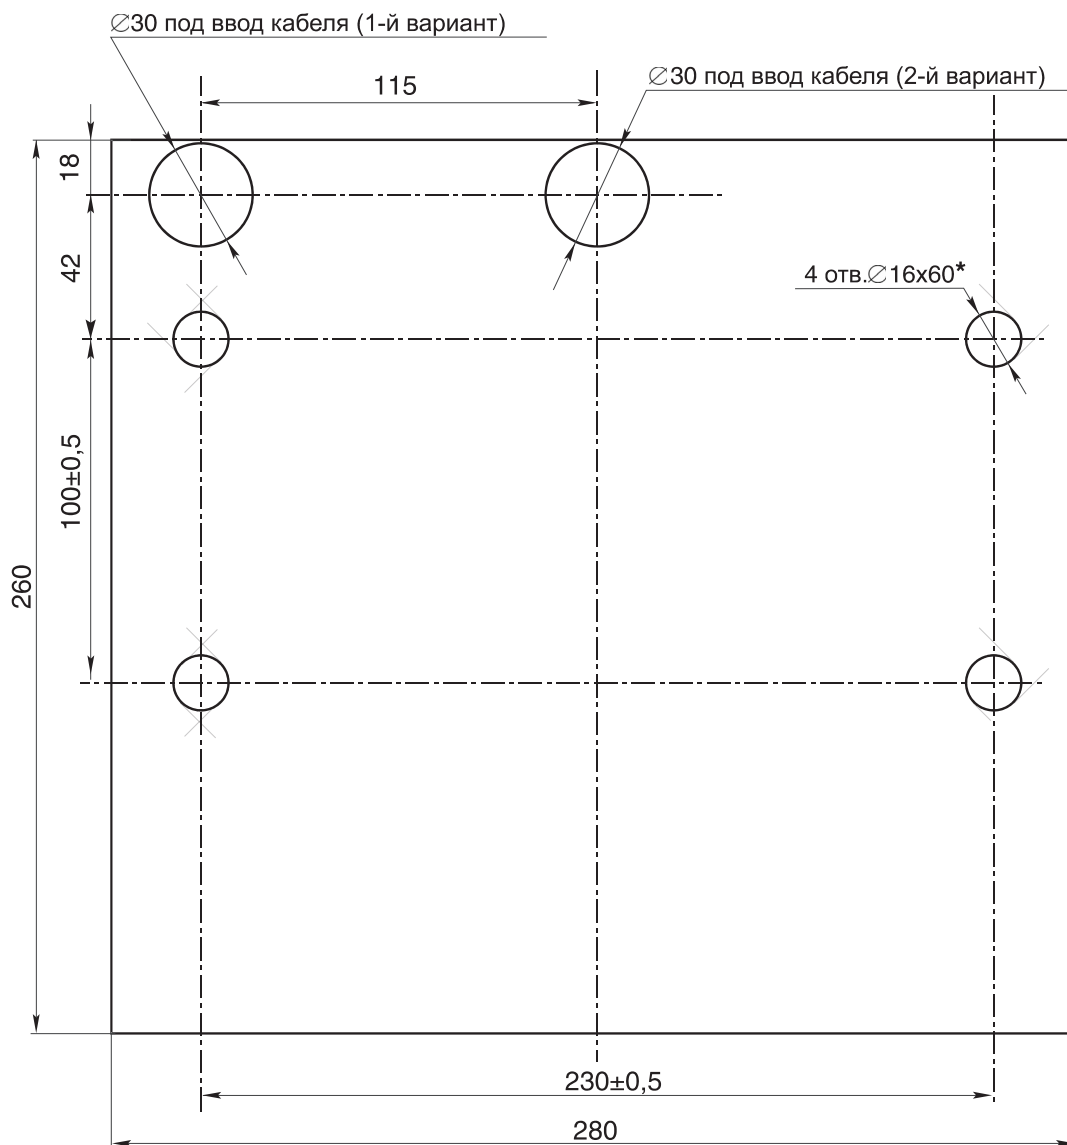

Рис. 5 Разметка отверстий в полу под крепление стойки турникета PERCo-T-04 (PERCo-T-04W) и ввод кабеля
8.3.2. Подготовьте в полу отверстия под гайки анкерных болтов (16) (см. рис. 1). Разметка отверстий в полу для крепления стойки турникета (1) и на стене для крепления блока управления (3) должна соответствовать рис. 5 и 6.
8.3.3. Вставьте гайки анкерных болтов в эти отверстия так, чтобы они не выступали над поверхностью пола. Установите стойку и закрепите её болтами (16). Установите заглушки (5).
При необходимости прокладки кабеля (7) стойки турникета под поверхностью пола, подготовьте в полу отверстие, соответствующее месту ввода кабеля стойки турникета (7) и кабеля питания системы терморегуляции (19)* (вариант 1 или 2 на рис. 5). Крепление стойки турникета (1) (см. рис. 1) производите после прокладки кабелей (7) и (19)*.
8.3.4. С планшайбы (11) стойки турникета (1) снимите крышку, отвернув центральный винт. Отверните фиксирующий болт (18), установленный на преграждающей планке (2). Установите преграждающую планку в соответствующее посадочное место на планшайбе (11) стойки турникета и зафиксируйте преграждающую планку (2) болтом (18). Под головку болта установите пружинную шайбу.